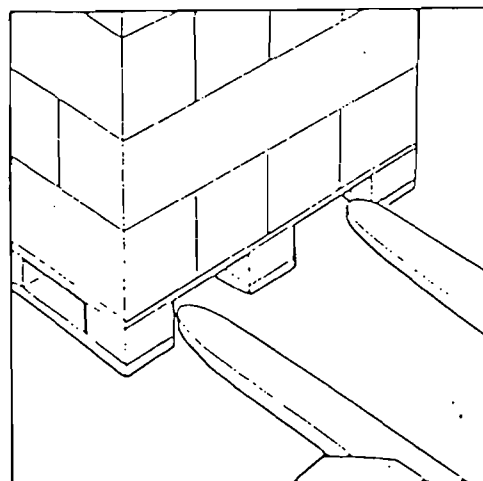

Abb. 8
2. Prüfen, daß der Gabelabstand den Öffnungen der Palette entspricht (s. Abb. 8).